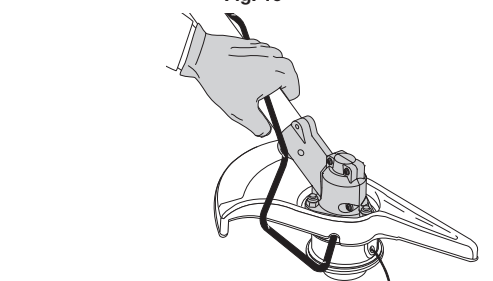

Fig. 11
- Sostenga la varilla de cierre en su lugar junto al brazo de la unidad (Fig. 11).
2. Sostenga la varilla de cierre en su lugar junto al brazo de la unidad (Fig. 11).